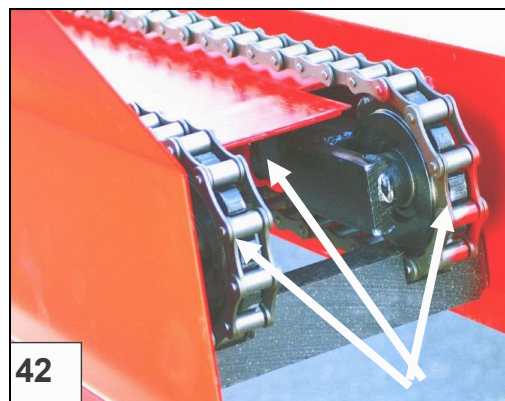

Bild 42. Transportörens kedjor
- Smörj transportörens kedjor som är i kontinuerligt bruk dagligen. Bild 42.